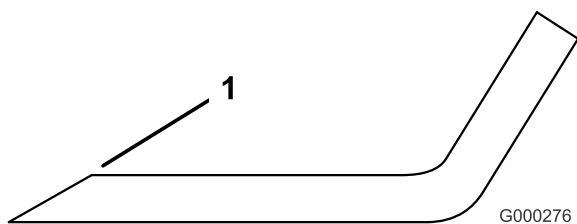

Bild 84
1. Schärfen Sie die Schnittkante an beiden Enden des Schnittmessers mit einer Feile (Bild 84). Behalten Sie den ursprünglichen Winkel bei. Das Schnittmesser behält seine Auswuchtung bei, wenn von beiden Schnittkanten die gleiche Materialmenge entfernt wird.